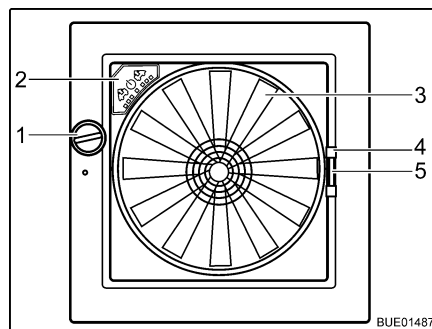

Fig. 50 Claraboya Omni-Vent
- Girar el botón giratorio (Fig. 50,1) hasta alcanzar el ángulo de apertura deseado.
- Girar el botón giratorio (Fig. 50,1) hasta que la claraboya esté completamente cerrada.
Cerrar:	<ul style="list-style-type: none"> ■ Tirar del tirador (Fig. 50,4) de la protección contra insectos hacia el lado opuesto del marco.
Cerrar:	<ul style="list-style-type: none"> ■ Comprimir el tirador (Fig. 50,5) del oscurecedor. ■ Sacar el oscurecedor hasta la posición deseada y soltarlo. El oscurecedor se queda fijo en esta posición.
Ventilador	Cuando la claraboya está abierta, el interior se puede ventilar y purgar de aire con el ventilador de 6 niveles (Fig. 50,3). El ventilador se maneja a través del cuadro de mando (Fig. 50,2).